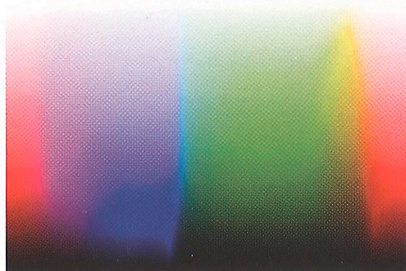

Рис. 8
Для редактирования фотографий идеально Adobe RGB (1998). Цветовой охват принтера Epson используется почти полностью (см. рис. 8). Я иногда люблю работать с ColorMatch RGB. Оно имеет гамму 1,8, и изображения, для которых это важно, получаются более мягкими, с приятным контрастом. При редактировании портретов, как уже говорилась, имеет смысл обратиться к sRGB или CMYK (для продвинутых пользователей, читавших и понявших труды Дэна Маргулиса или вынужденных работать в этой модели по причине тесного профессионального общения с офсетной полиграфией).
- 7 Сводим слои. Шкала готова, запомним ее на будущее (рис. 8).